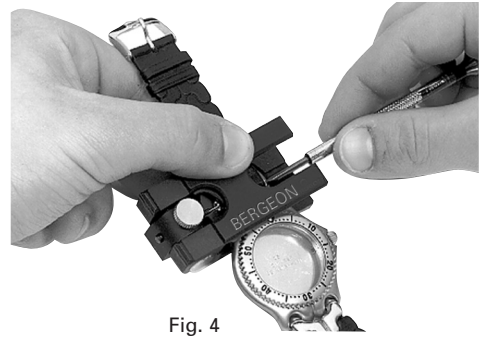

Fig. 4
- Rabattre la partie supérieure de l'étau et exercer une légère pression pour maintenir la montre et le bracelet en place (Fig.4).
- A l'aide du tournevis, dévisser la vis opposée (Fig.4).
- Den oberen Teil des Rollenbänder-Halters senken und einen leichten Druck ausüben, um die Uhr und das Armband auf der Stelle zu halten (Abb.4).
- Mit Hilfe des Schraubenziehers die Schraube auf der Gegenseite abschrauben (Abb.4).
- Push down the upper part of the vice, with a slight pressure to keep watch and bracelet in place (Fig.4).
- With the help of a screwdriver, unscrew opposite screw (Fig.4).
- Cerrar todo con la parte superior del tornillo para mantener el reloj y la pulsera en sitio (Fig.4).
- Con el destornillador destornillar el tornillo del otro lado (Fig.4).